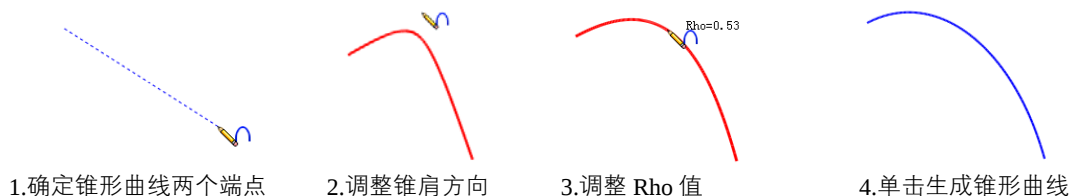
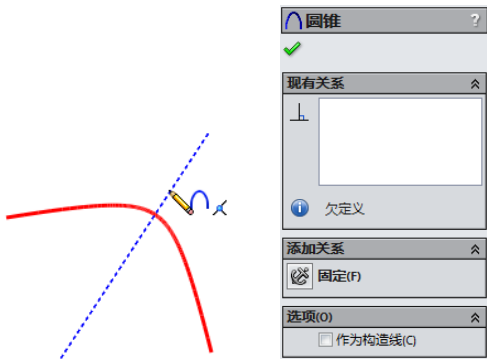

图 2-48 锥形曲线的绘制过程
图 2-49 对称引导线
- 05 在某一 Rho 值单击，生成锥形曲线。如图 2-48 所示为绘制锥形曲线的过程。
提示：如果要绘制对称的锥形曲线，在图 2-48 中步骤 2，控制锥肩方向时，出现中心线引导表明锥形曲线两侧对称，如图 2-49 所示。